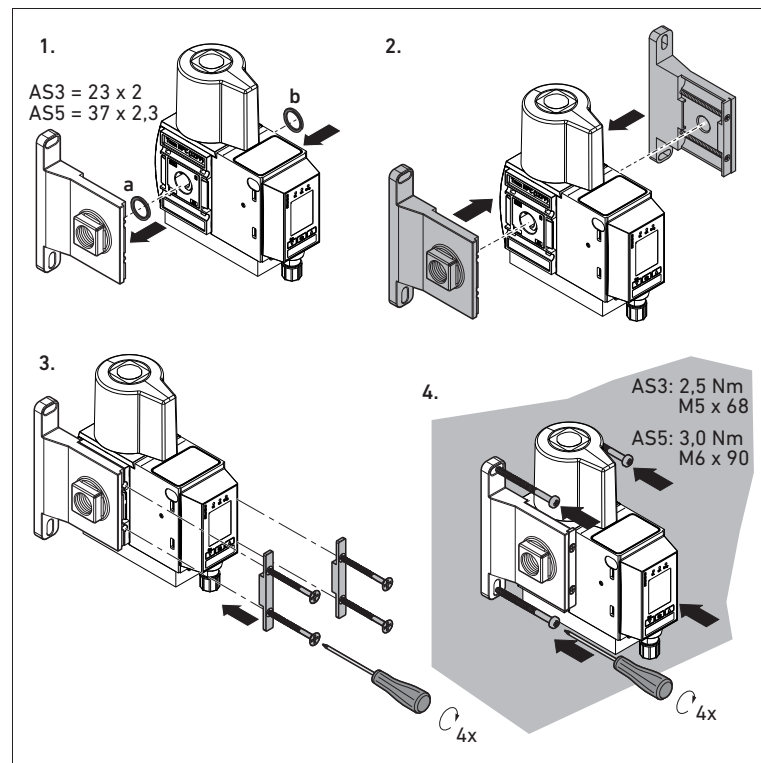

Abb. 2: EV1X als einzelnes Ventil befestigen
In Abbildung 2 ist die Montage der Befestigungselemente am Beispiel eines einzelnen Ventils dargestellt.
Um ein einzelnes Ventil zu befestigen, gehen Sie vor wie in Abb. 2 dargestellt:
**i** Die verblockte Einheit muss auf beiden Seiten mit je einem Befestigungselement auf der Montagefläche montiert werden (siehe Abb. 2).